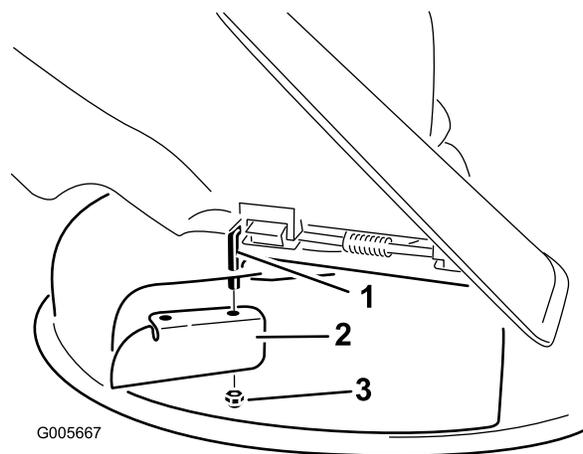

Bild 24
7. Montieren Sie das Versatzablenkblech an der frei liegenden Gelenkstange (Bild 24).
3. Entfernen Sie das Versatzablenkblech vom Mähwerk (Bild 24).